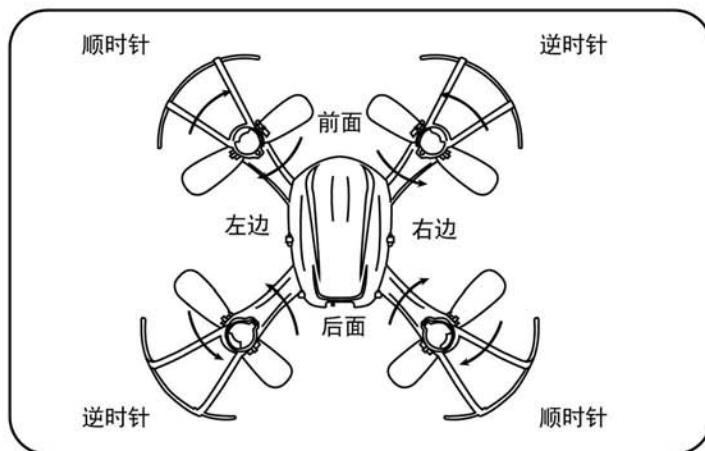

图1
6. 为了防止描述不清或者混乱，我们特意对飞行器的方位进行了定义。即飞行器尾部正对飞行员，飞行器头部朝飞行员的正前方。飞行员左手一侧为飞行器的左方，右手一侧为右方；飞行器头部为正前方，尾部为正后方；机身朝向天空的一方为上方，机身朝向地面的一方为下方。本说明书中，所有关于方位的描述，均以此定义为准（如图1）。